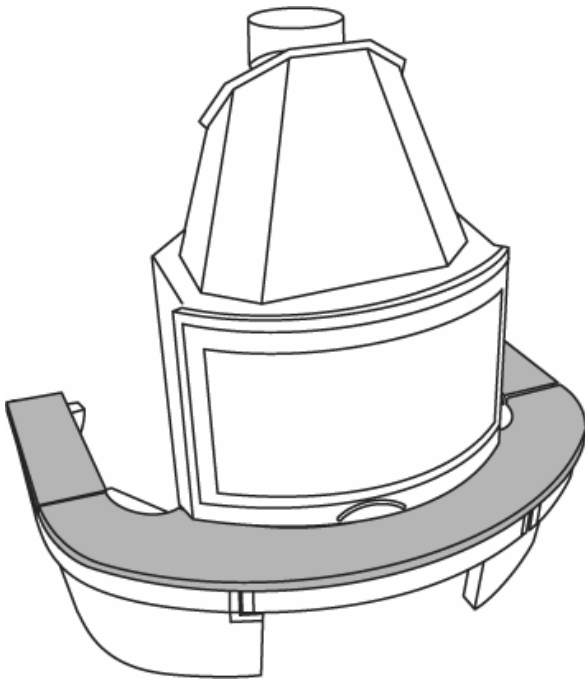

**Abbildung 1: Kamineinsatz in Position bringen**
3. Den Kaminofen in der richtigen Höhe mit Gabelschlüssel SW 13 durch Verdrehen der Stellfüße einrichten. Die ideale Höhe ist (siehe Abbildung 1) ersichtlich. Stellen Sie bitte zur Kontrolle den Sockel mit Marmorplatte bzw. der Schieferplatte auf. Die Unterkante der Blende mit Luftregler am Kaminofen kann mit dem Unterbau der Betonverkleidung fugenlos abschließen oder auch ungefähr 1 bis 2 Millimeter höher sein (Achtung: Durch das Verkleben ändert sich die Gesamthöhe minimal: es ist jedoch möglich, den Kaminofen abschließend durch Verdrehen der Stellfüße in die gewünschte Höhe zu justieren).
4. Außerdem ist der Abstand zur Stellwand auf das richtige Maß einzustellen (siehe Abbildung 1).